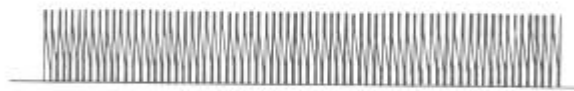

Abbildung 9
- Horizontal-Sägezahn (Abbildung 9)